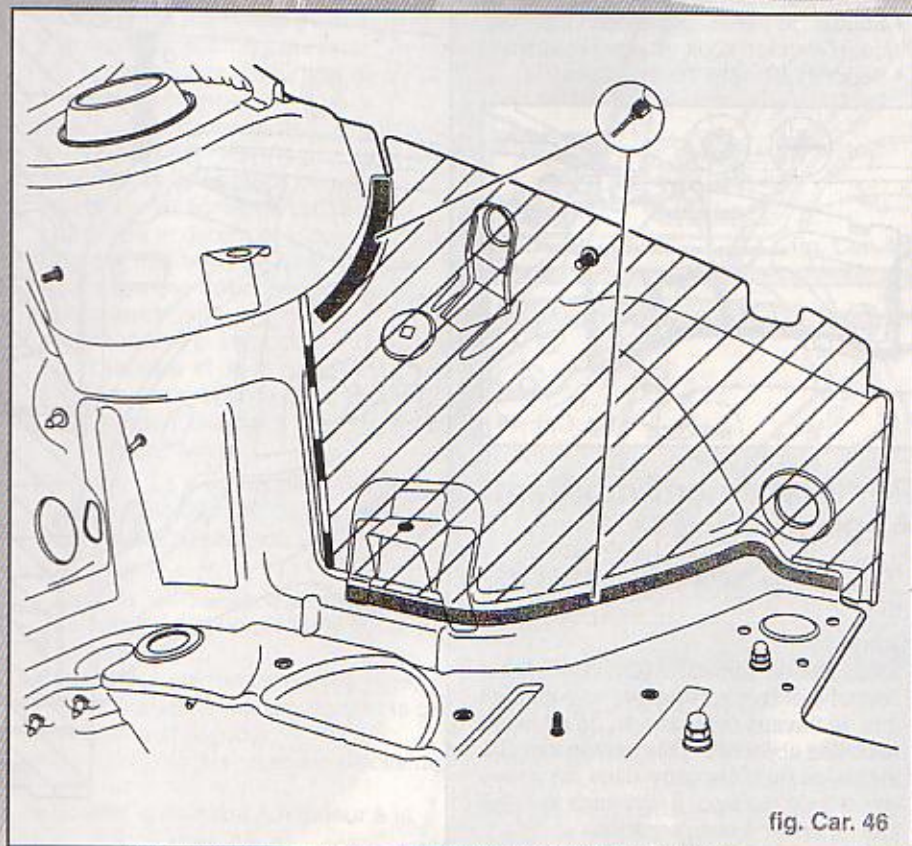

fig. Car. 46
- Découper le passage de roue en avant du logement de jambe de force (fig. Car. 46)